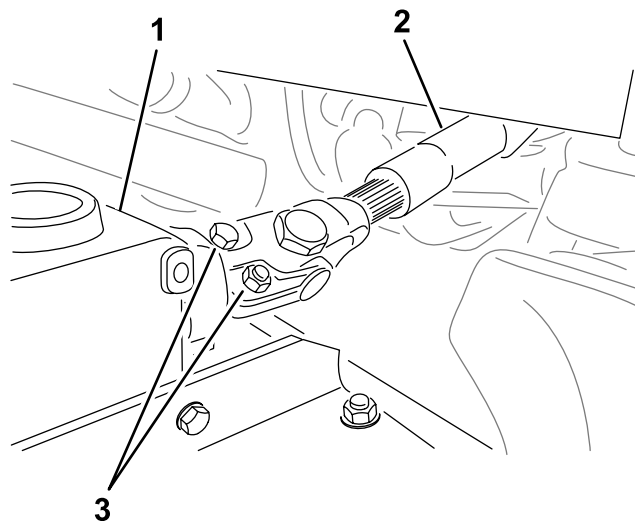

Рисунок 21
5. Выверните болты с гайками с вала отбора мощности (Рисунок 21) и снимитевилку с редуктора.